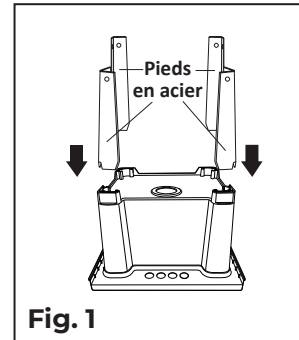

Fig. 1
2. Insert the 4 steel legs into each corner socket (see Fig. 1).
- Insérez les 4 pieds en acier dans chaque douille d'angle (voir la fig. 1).